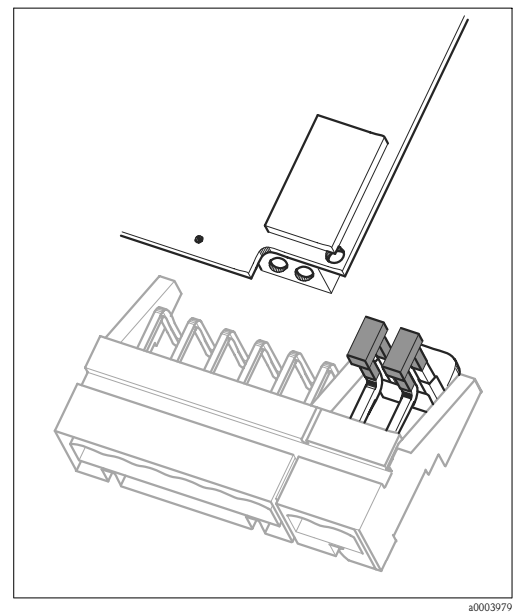

Fig. 30 : Module d'entrée pH sur le couvercle du boîtier avec cavalier pour le raccordement des capteurs ISFET
6. Embrochez le cavalier fourni comme indiqué Fig. 30.